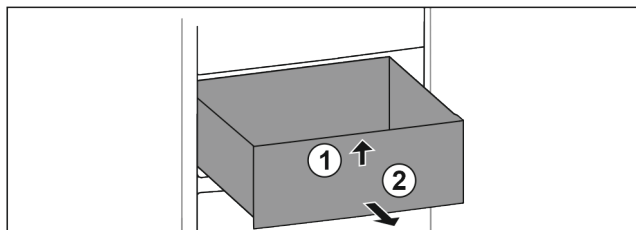

Fig. 84
- ▶ Sollevare il cassetto dal davanti. Fig. 84 (1)
- ▶ Rimuovere il cassetto tirandolo in avanti. Fig. 84 (2)